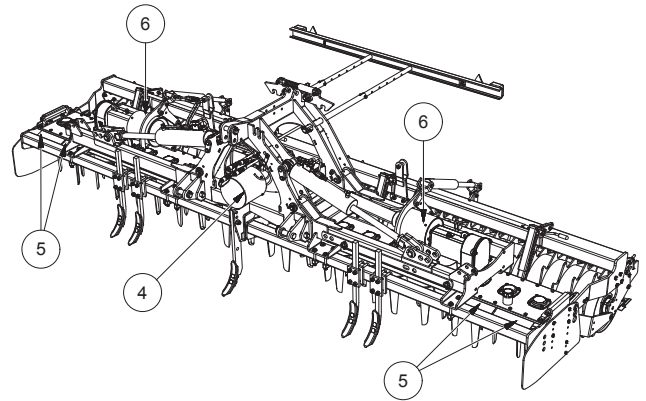

FIG. 22
- Schutzvorrichtung der Zapfwelle der Traktorseite (4, "Fig. 22").
- Schutzblech zum Werkzeugbereich hin (5, "Fig. 22").
- Schutz der seitlichen PTO-Boxen (6, Fig. 22)